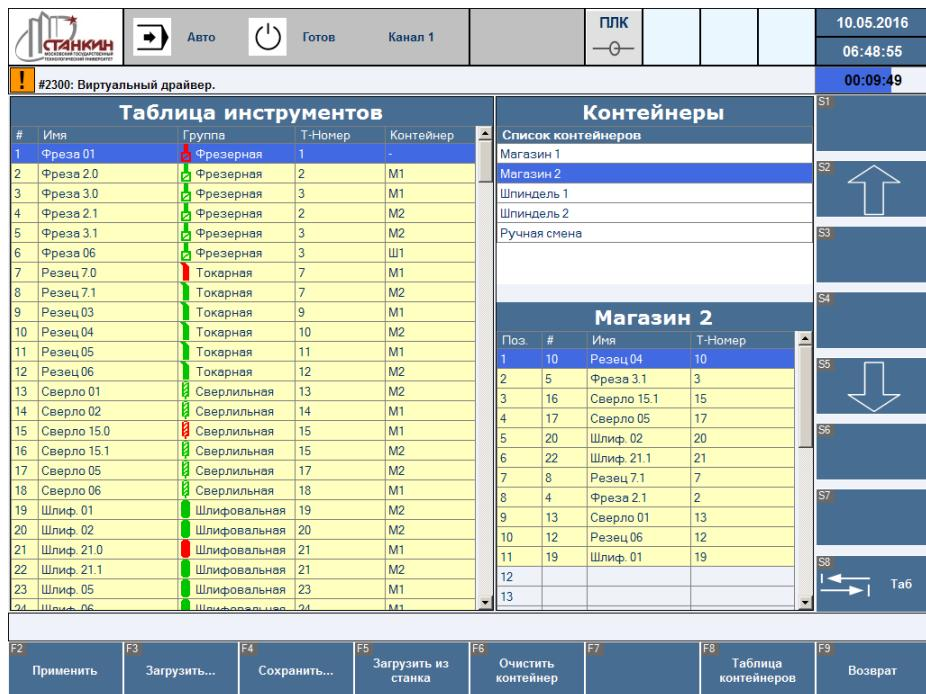

Рисунок 15 – Экран управления инструментами (активно окно «Контейнеры»)
2. Если активно окно «Контейнеры» (Рисунок 15):